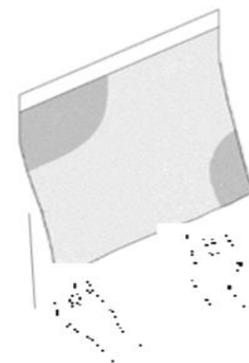

Figura 8
4. Tenere la grafica lontano dalla superficie e utilizzare due mani per staccare il liner qualche centimetro in più. Vedere la figura 8. Quindi, continuare a tendere la grafica utilizzando la tecnica descritta in precedenza.